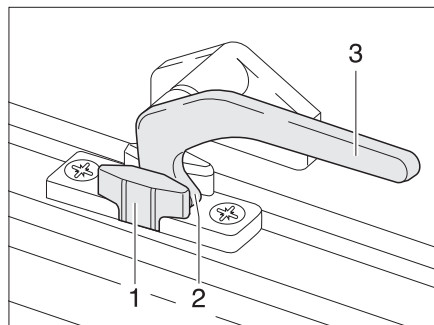

Bild 39 Verriegelungshebel in Stellung "Dauerbelüftung"
- in Stellung "Dauerbelüftung" (Bild 39)
- Den Verriegelungshebel (Bild 39,3) eine viertel Umdrehung zur Fenstermitte hin drehen.
- Den Verriegelungshebel eine viertel Umdrehung zum Fensterrahmen hin drehen. Die Verriegelungsnase (Bild 39,2) dabei in die Aussparung der Fensterverriegelung (Bild 39,1) einfahren.